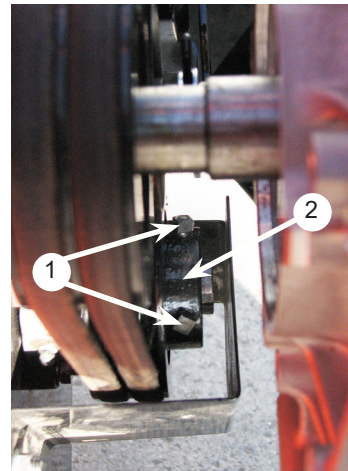

Figura 5.7, Polea de correa del eje del rotor
6. Afloje los tornillos de sujeción que sostienen la polea de la correa sobre el eje del rotor (Figura 5.7). Mueva la polea sobre el eje de modo que esté alineada con la polea de accionamiento del motor. Se deberá mover la polea tanto como se movió al rotor, pero en la dirección opuesta. Aplique un par de torsión de 160 lb-pulg. al tornillo de fijación de la polea.